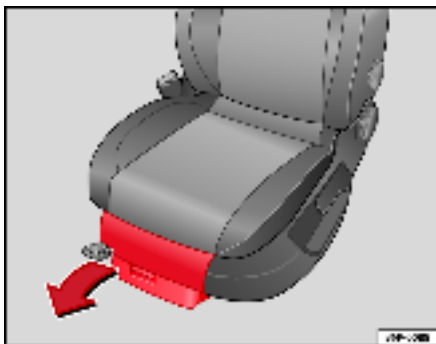

Fig. 102 Rangements sous les sièges avant
Le tiroir* ⇒ fig. 102 (A) s'ouvre en appuyant sur la touche du tiroir et en refermant le couvercle.